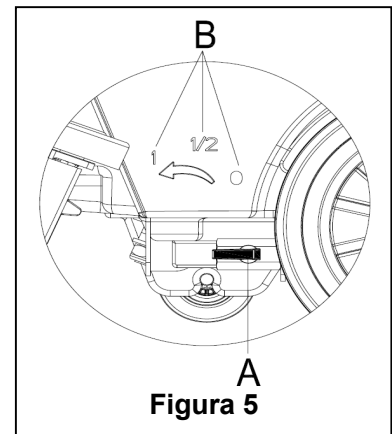

Figura 5
Reglarea mânerului supapei cu bilă (A, Figura 5) trebuie să se facă numai când comutatorul de alimentare cu energie (38) este pe poziția "O".
12. Volumul debitului de apă poate fi reglat prin intermediul mânerului supapei cu bilă (A, Figura 5) în funcție de cantitatea de apă necesară pentru rașchetarea podelei.